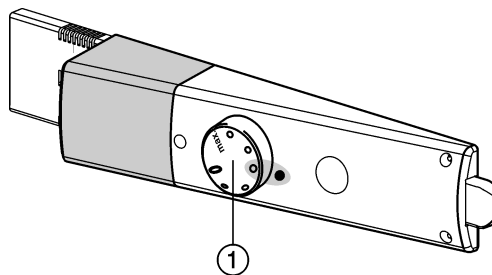

Fig. 2
- ▶ Поверните регулятор температуры Fig. 2 (1) вправо с положения 0 в положение 3.